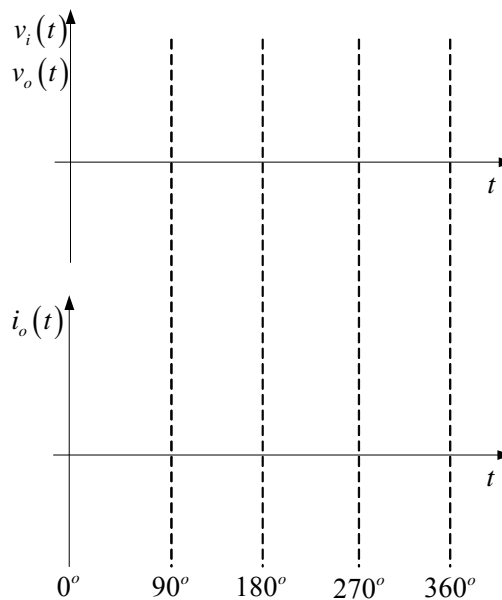

Figura 1 – Formas de onda do circuito da figura 1.
- a) Esboce as formas de onda para o circuito montado na figura 1. Para tanto utilize a figura 5.